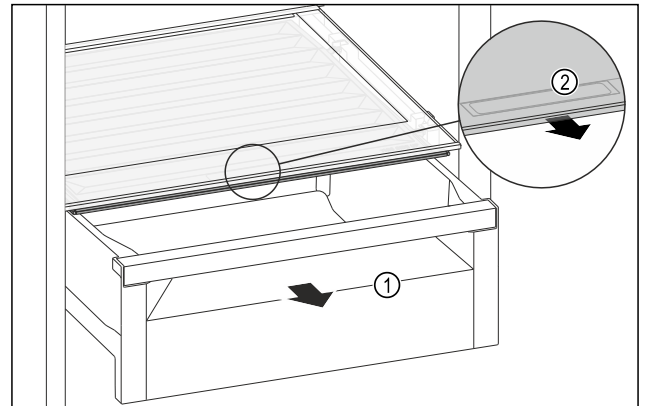

Fig. 170
- Schubfach Fig. 170 (1) herausziehen.
- Griffmulde Fig. 170 (2) am Fachdeckel anfassen und Fachdeckel gleichzeitig nach vorne ziehen.